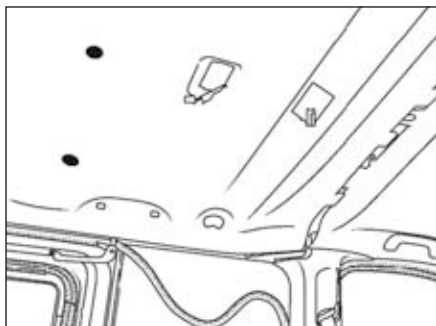
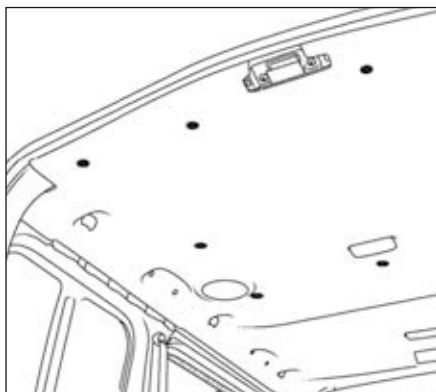

FIG.64
FIG.65
- Déclipper les agrafes de garniture de pavillon arrière (Fig.64) et (Fig.65).